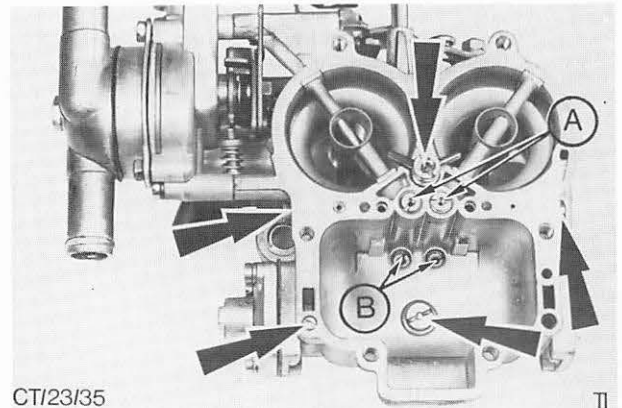
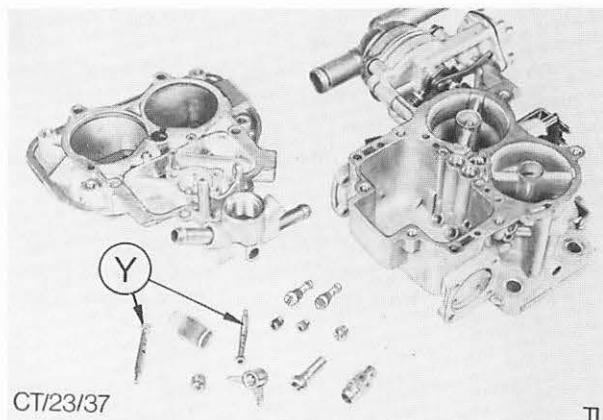

Abb. 66 Düsen, die zur Reinigung entfernt werden müssen
Abb. 69 Zu reinigende Teile:
5. Düsen und Düsenstopfen aus dem Vergasergehäuse entfernen. Abb. 66.
Die Mischrohre sind in Abb. 69 durch Y gekennzeichnet und befinden sich unter den beiden Luftkorrekturdüsen, die in Abb. 66 mit A markiert sind.
10. Schwimmerkammer, Vergaserdeckel, Düsen und Filtersieb reinigen. Sicherstellen, daß alle Düsen und Düsensteile im Vergasergehäuse und -deckel gereinigt werden. Abb. 69.